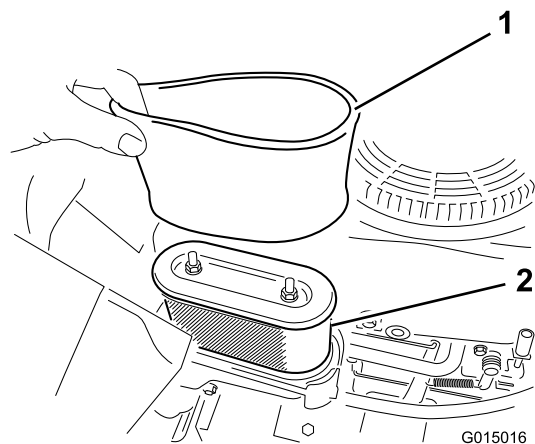

Figura 28
5. Cuidadosamente, retire os elementos de espuma e de papel da caixa do filtro de ar (Figura 28).
1. Coloque o filtro de esponja no filtro de papel (Figura 28).